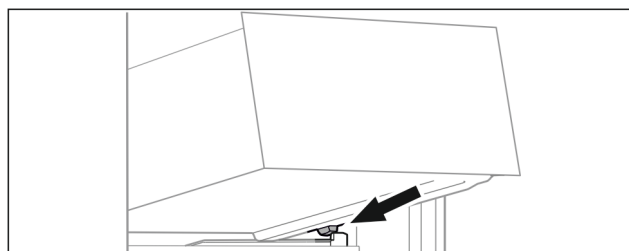

Fig. 65
- ▶ Założyć szufladę pod skosem za stoperami na żebro pojemnika. (patrz Fig. 65)